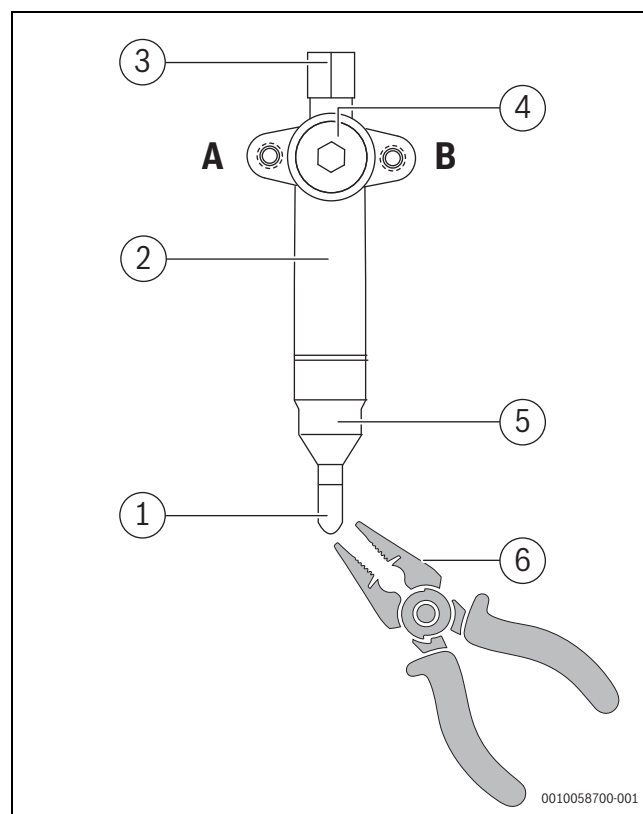

Fig. 162
- ▶ Îndepărtați tubul de etanșare mare (→ Fig. 162).